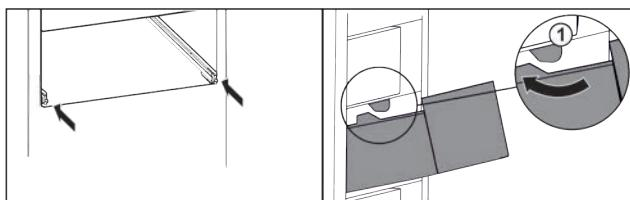

Fig. 31
- Обведите выдвижной ящик вокруг стопора Fig. 31 (1).\*